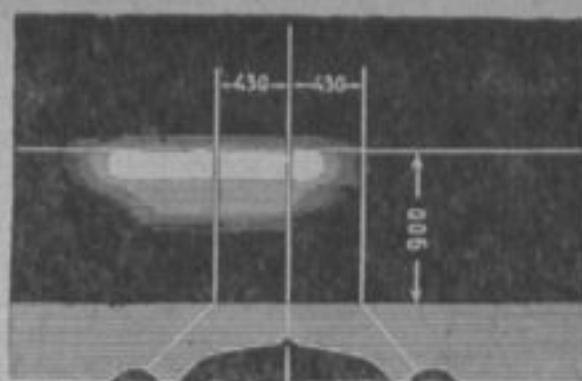

Рис. 7. Световое пятно левой фары
4. Закрывать правую фару и открыть левую. После этого направить световое пятно левой фары на экран так, чтобы центр его совпал с левой вертикальной линией, а верхний край светового пятна был на уровне горизонтальной линии (рис. 7). Закрепить фару в этом положении и после крепления проверить, не сместилось ли пятно.